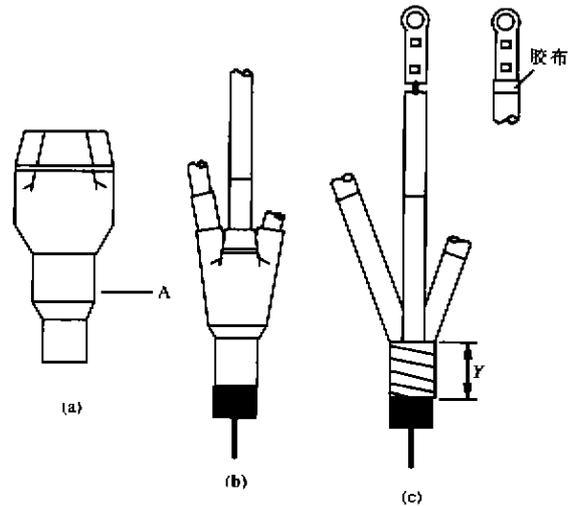

图2
(1) 查看厂商提供的资料，根据电缆的外径确定是否沿A剪除电缆套，以便使电缆套足够大，可套入电缆。剪除时，须避免不规则的边缘。见图2(a)。
(2) 把电缆套套入电缆至其边沿与密封胶带平齐。见图2(b)。
(3) 安装线耳，并用密封胶布包扎。见图2(c)。